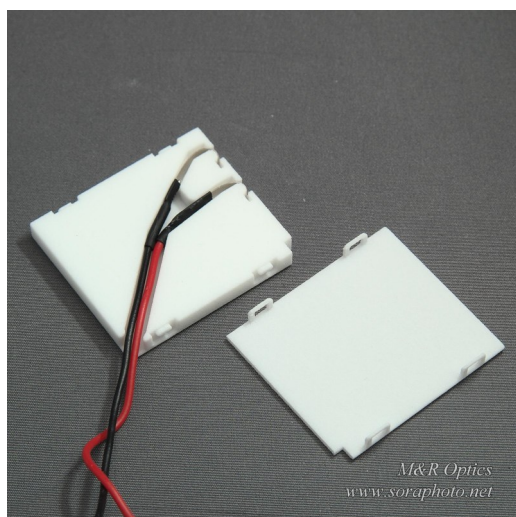

図2 ダミーバッテリー内部
2. ダミーバッテリー電極をダミーバッテリーに取り付けます。(図2)